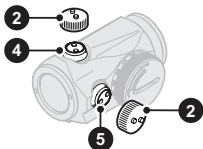

Abb. 2 Abdeckungen entfernen
- a Öffnen Sie die Linsenabdeckungen (3).
- b Drehen Sie den Drehschalter (8) im Uhrzeigersinn, bis der Leuchtpunkt eine zur Zielerkennung zufriedenstellende Helligkeit aufweist.
- c Entfernen Sie die Schutzkappe (2) um die Höhenstellschraube (4) und die Seitenstellschraube (5) zu erreichen. Siehe Abb. 2.
- d Die Schutzkappe (2) oder das Werkzeug (11C) muss eingesetzt werden, um die Stellschrauben zu drehen. Setzen Sie die Noppen auf der Schutzkappe (2) in die Ausnehmungen der Einstellschrauben (4) und (5) ein.